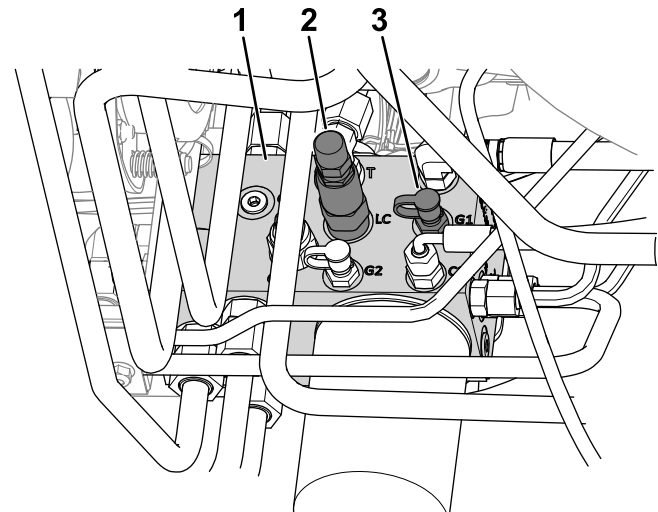

Figure 21
4. Branchez un manomètre sur la prise d'essai (identifiée par G1; voir Figure 21).
5. Sur le côté du collecteur de levage, enlevez le capuchon de la prise d'essai (identifiée par G1; voir la Figure 21).
6. Desserrez l'écrou de blocage au bout du tiroir de transfert de poids (identifié par LC; voir la Figure 21).